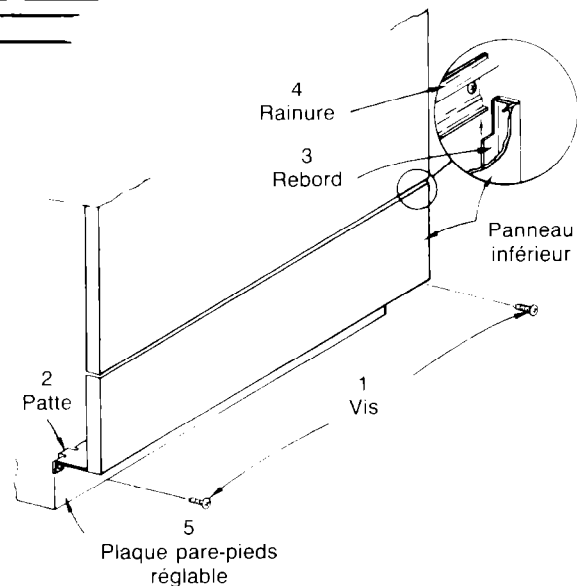

Fig. 9
Pour avoir accès aux raccordements du lave-vaisselle, vous devez enlever la plaque pare-pieds réglable et le panneau inférieur (Fig. 9). Pour enlever la plaque pare-pieds (5), retirez les deux vis (une ayant une rondelle-frein) qui la retiennent. Retirez les deux vis (1) et tirez le bas du panneau inférieur vers vous pour décrocher les pattes (2) du bâti. Enlevez le panneau inférieur en le tirant vers le bas pour faire glisser les rebords du panneau (3) à l'arrière de la rainure de soutien (4).